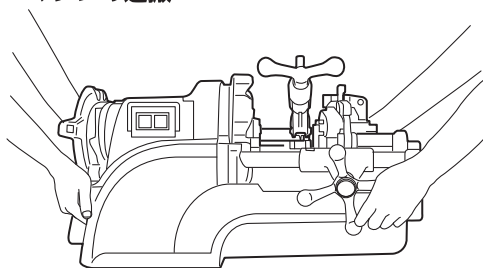

図 4
1. マシンの運搬 (図4)
- ① 転造ヘッド、押切カッタを共に倒した状態にしてください。
- ② 本体の前後にある持ち手部を持ち、大きく傾けたりしないよう注意しながら運搬してください。